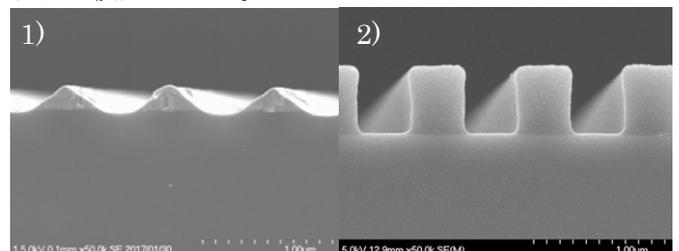

Fig. 1 SEM images of fine pitch structures
実験1) および2) で作製した基板のパターン断面図をFig. 1に示す。実験1) では、処理前のITO層厚500 nmに対し著しく低く(約100 nm)、かつ山型に浸食された形状のITOパターンが得られた。①ITO自体の強度不足および②エッチング過剰によるものと推定され、ITOを用いたガラス上への矩形パターンの形成は困難と考えられた。一方、実験2)のレジストパターンはL/S = 1/1、ピッチ400 nmの矩形パターンが得られた。今後はエリアサイズを拡大したパターン形成し、サブミクロンパターンの諸特性を検証していく。